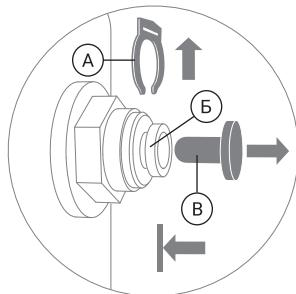

Рис. 2
1. Удалите стопорную клипсу (A). Удерживая цанговое кольцо (Б) прижатым к основанию фитинга, аккуратно извлеките заглушку (B) (рис. 2).